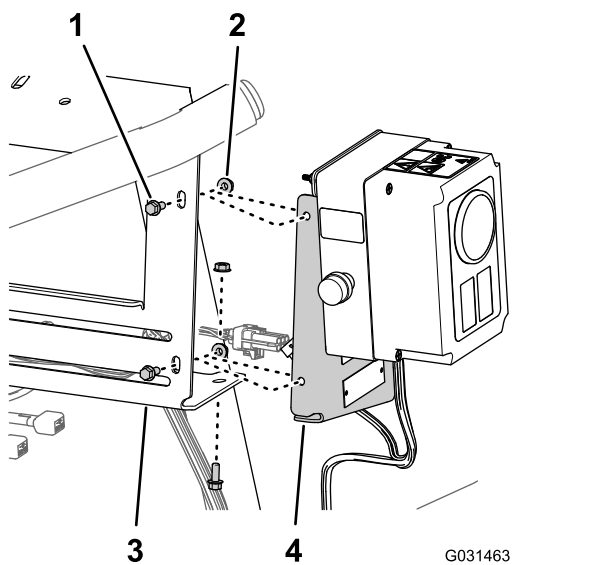

Figura 19
1. Rimuovete i 3 bulloni a testa flangiata ($\frac{1}{4}$ " x $\frac{5}{8}$ ") e i 3 dadi flangiati scanalati ($\frac{1}{4}$ ") che fissano la piastra di montaggio della scatola di comando al supporto del collettore delle valvole dell'irroratrice (Figura 19).
2. Separate la piastra di montaggio dal supporto del collettore (Figura 19).